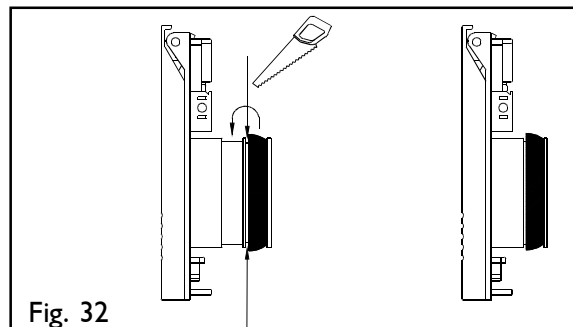

Fig. 32
3.1 Flytta tätningsringen till spåret närmast locket (fig. 32).
3.2 Kapa av muffen med en vass kniv eller en såg jäms med brytlinjen (fig. 32).
Observera den rätta längden på sugdosans rörmuff och tätningsringens plats (se sid. 11 fig. 32).